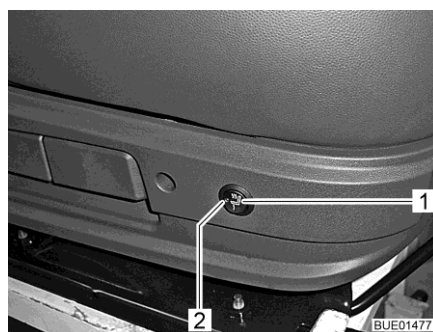

Fig. 32 Interruttore per riscaldamento del sedile
- Premere l'interruttore (Fig. 32,1) dietro sulla sinistra della console del sedile.
Quando il riscaldamento del sedile è in funzione, il LED (Fig. 32,2) è acceso.
- Portare l'interruttore (Fig. 32,1) in posizione centrale. Il LED si spegne.